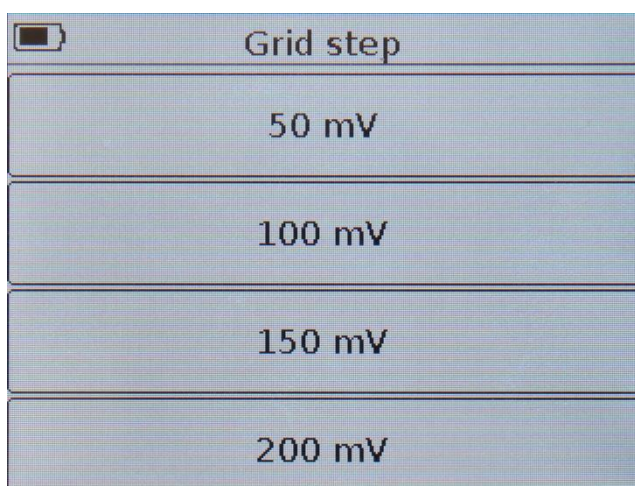

Рисунок 10.5 – Выбор шага вертикальной сетки в mV
- Войдите в меню **Plots** (Рисунок 9.6) и нажмите на поле с названием графика. На экране прибора появится меню выбора шага вертикальной сетки в милливольтках (mV), рисунок 10.5.
- Для перехода из режима просмотра графика **Mag** в меню изменения шага вертикальной сетки (Рисунок 10.5) нажмите и удерживайте около двух секунд кнопку (14) «**PLOT**».